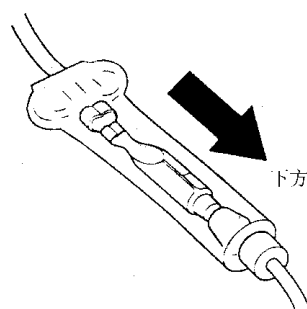

图 1-27 固定接线时盖子应朝下
12) 固定好接线，如图 1-27 所示，使盖子的开口端朝下。